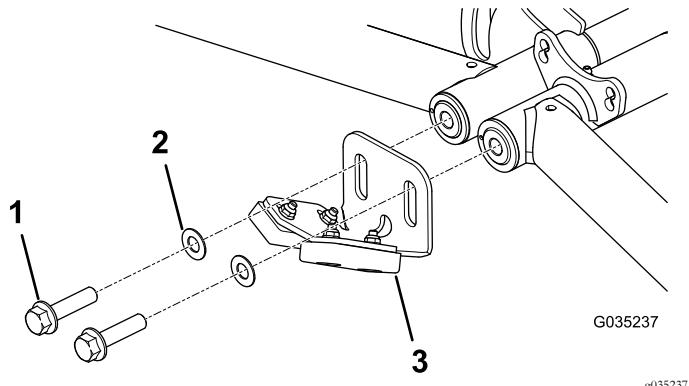

Figure 20
4. Fixez légèrement la butée avant et les rondelles, comme montré à la Figure 20.